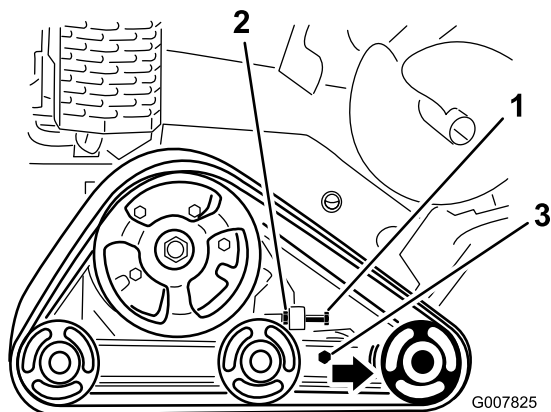

Figura 46
3. Allentate il controdado sul bullone di tensionamento dei cingoli e i bulloni del serrafilo sul braccio di tensione (Figura 46).
4. Serrate il bullone di tensioneamento a un valore compreso tra 32,5 e 40 N·m per stringere il cingolo (Figura 46).
4. Allentate il bullone di tensione e il controdado (Figura 46).
5. Allentate i bulloni serrafile (Figura 46).